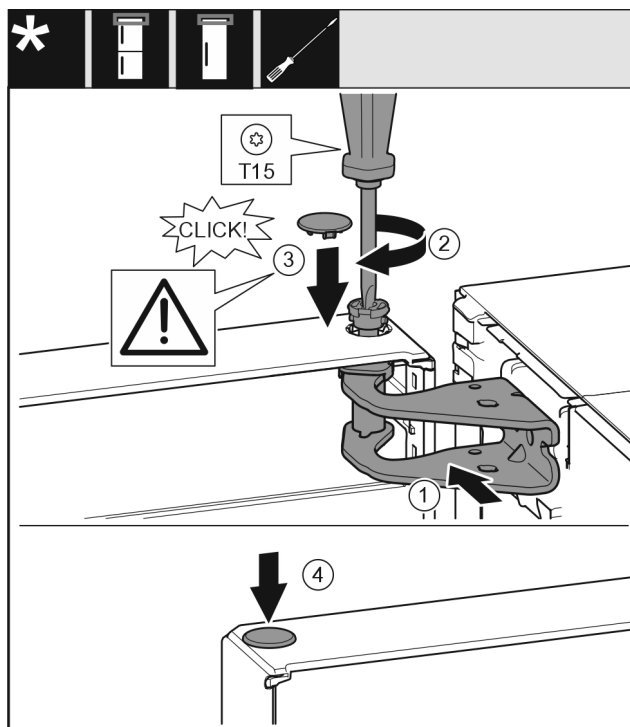

Fig. 30
- ▶ Poravnajte gornja vrata prema otvoru u podlošku ležaja Fig. 30 (1).
- ▶ Umetnite svornjak Fig. 30 (2) i pritegnite ga odvijačem.
- ▶ Postavite poklopac Fig. 30 (3).
- ▶ Provjerite da poklopac Fig. 30 (3) naliže na vrata.
- ▶ Postavite poklopac Fig. 30 (4).